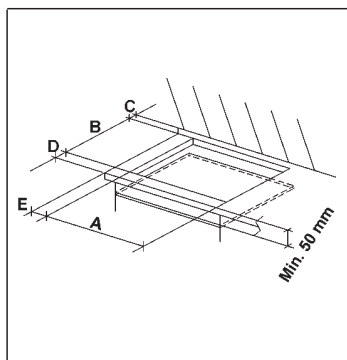

FIG. 7
Si deve praticare nel piano del mobile componibile una apertura per l'incasso delle dimensioni espresse in mm indicate nella fig. 7, curando che siano rispettate le distanze critiche tra il piano, le pareti laterali, la parete posteriore e quella superiore (vedi fig. 7 e 8).
- Al fine di evitare possibili contatti accidentali con la superficie della scatola del piano surriscaldata durante il funzionamento dello stesso, necessita applicare una separazione in legno bloccata da viti ad una distanza minima di 50 mm dal top (fig. 7).